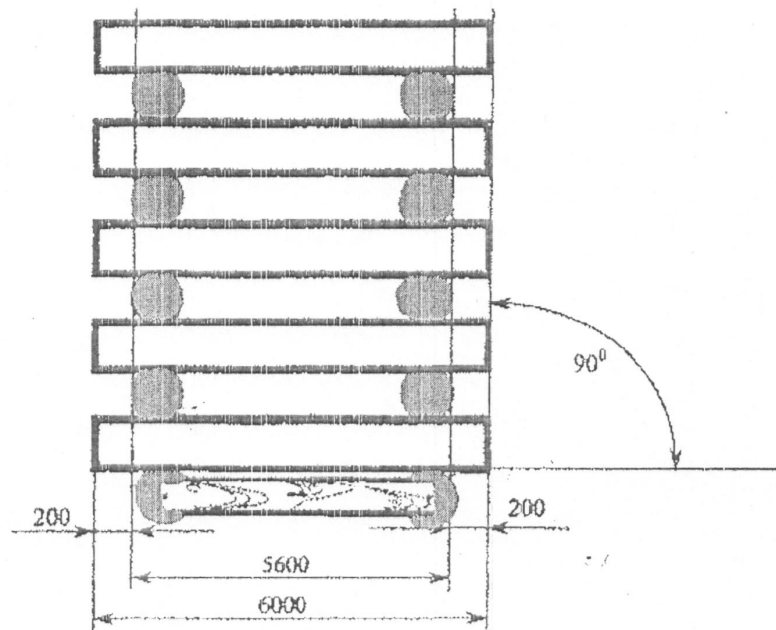

Рис. 3. Схема-образец правильной укладки бревен
г) Правильное сочетание цветов в срубе (рис. 3 приложение 1).
1. Для выступления участники занимают место за рычагами управления в кресле оператора гидроманипулятора. Грейфер опущен на автомобиль с бревнами. По одновременному сигналу судей «Старт» (взмах флажком) участники начинают сборку сруба. Операторы начинают сборку сруба, укладывая бревна на контрольный венец на равноудаленном расстоянии (200 мм) от торцов (рис. 3 приложение 1).